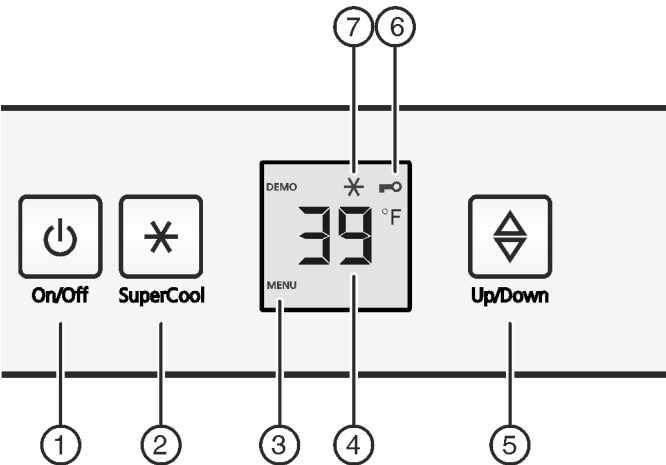

Fig. 3
- Pulsar tecla On/Off Fig. 3 (1)
- Pulse la tecla SuperCool Fig. 3 (2) durante aprox. 5 segundos.
- ▷ En el indicador se visualiza el símbolo Menú Fig. 3 (3).
- Confirme brevemente con la tecla SuperCool Fig. 3 (2).
- ▷ El símbolo de seguridad para niños Fig. 3 (6) se ilumina en el indicador.
- Pulse brevemente la tecla On/Off Fig. 3 (1).
- Acceder a la función de temperatura: pulse la tecla de ajuste *Fig. 3 (5)*.
- Modificar la temperatura en intervalos de 1 °F (1 °C): pulse la tecla de ajuste *Fig. 3 (5)* hasta que se ilumine la temperatura deseada en el indicador de temperatura.
- Pulse brevemente la tecla SuperCool *Fig. 3 (2)*.
- ▷ El símbolo de SuperCool *Fig. 3 (7)* se ilumina en la pantalla.
- ▷ El símbolo de SuperCool *Fig. 3 (7)* se apaga en la pantalla.